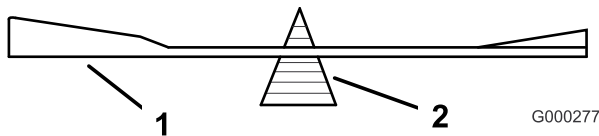

Figura 54
2. Verifique el equilibrio de la cuchilla colocándola sobre un equilibrador de cuchillas (Figura 54). Si la cuchilla se mantiene horizontal, está equilibrada y puede utilizarse. Si la cuchilla no está equilibrada, rebaje algo del metal en la parte de la vela solamente (Figura 52). Repita este procedimiento hasta que la cuchilla esté equilibrada.